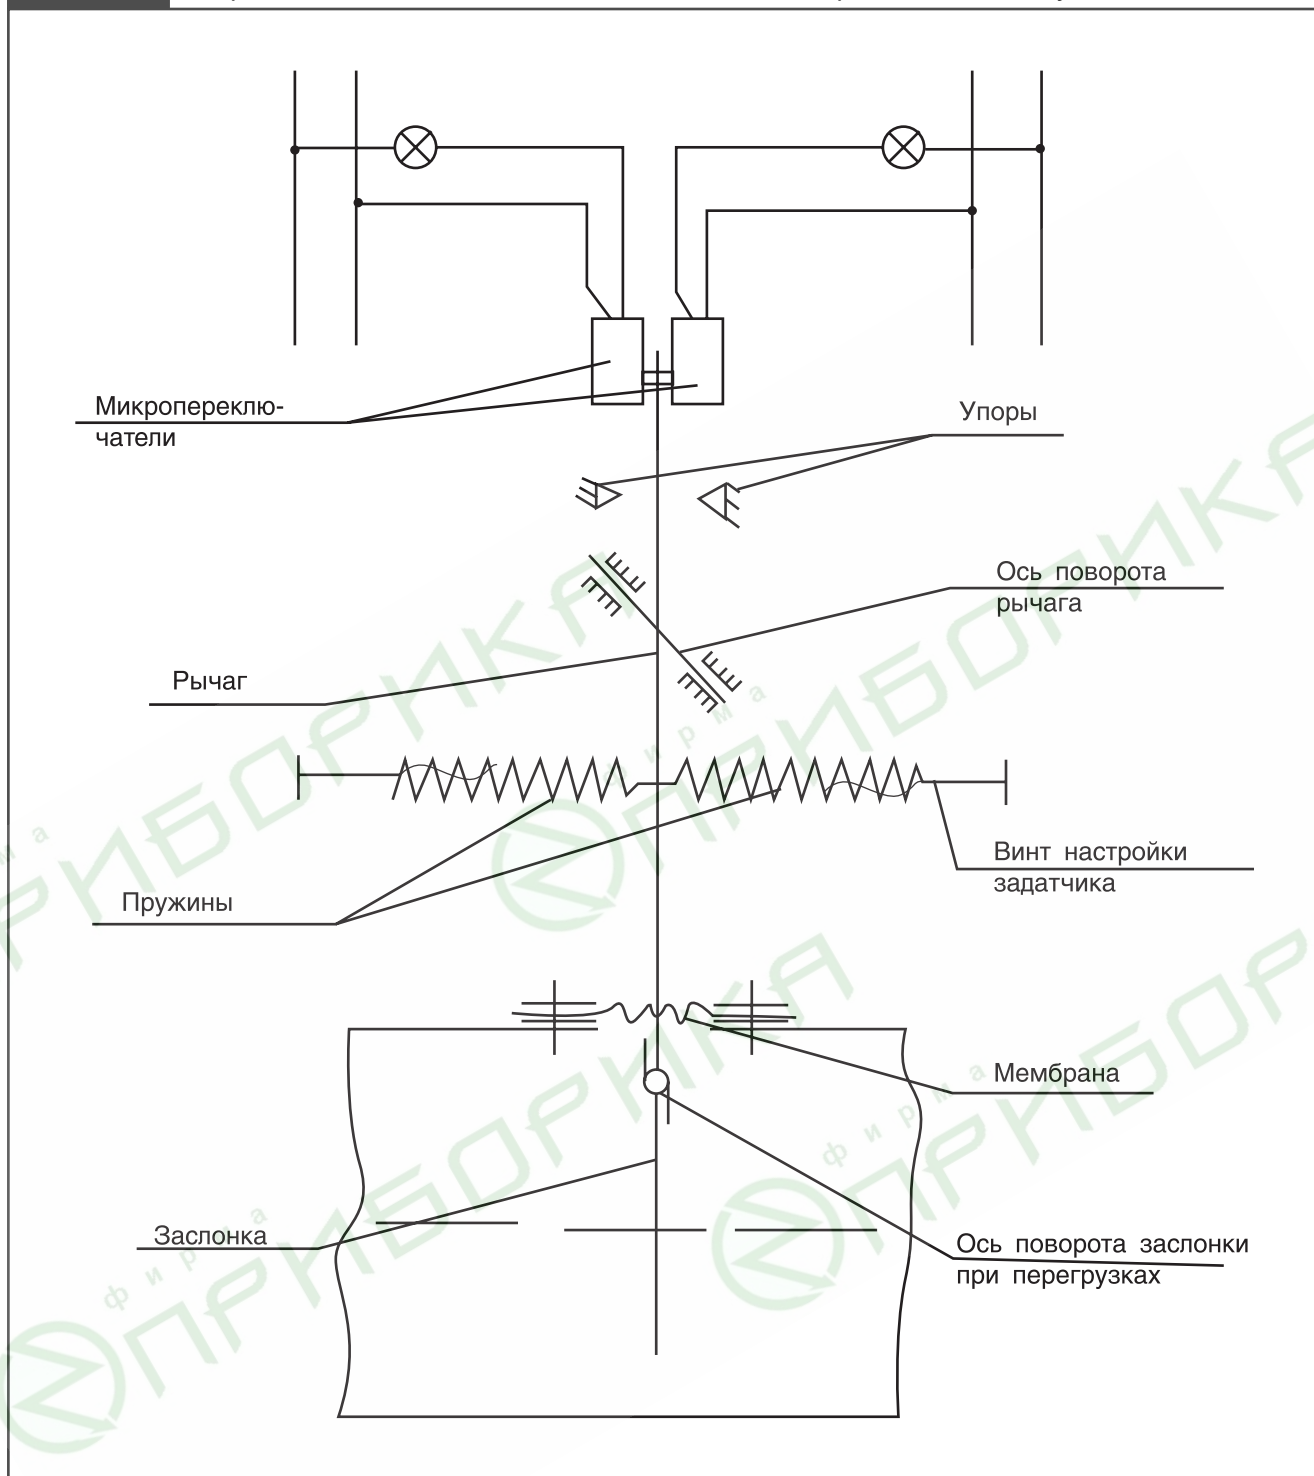

Рисунок 2
Пружины предназначены для настройки датчика-реле на уставку в зависимости от величины скорости потока воздуха (см. рисунок 2).
- Датчики-реле выпускаются настроенными на максимальную уставку, цепь выводов 1-2 разомкнута, цепь выводов 3-4 замкнута (см. рисунок 2).
- Потребитель может произвести настройку датчика-реле тарировочными грузиками, пользуясь графиком (рисунок 2).